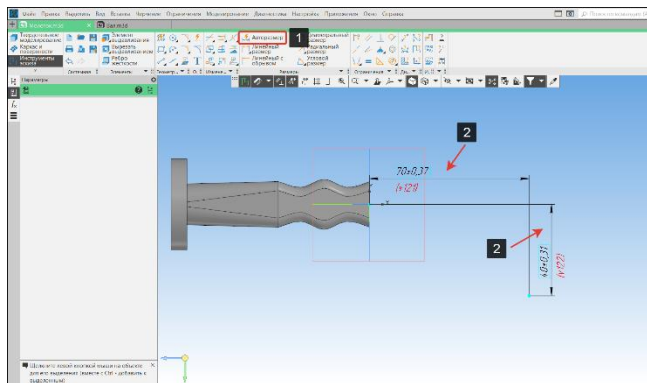

Рисунок 149 – Простановка размеров
- Проставим размеры (2) согласно чертежу «Молоток» для точки, используя команду авторазмер (1) в панели размеры (Рисунок 149);